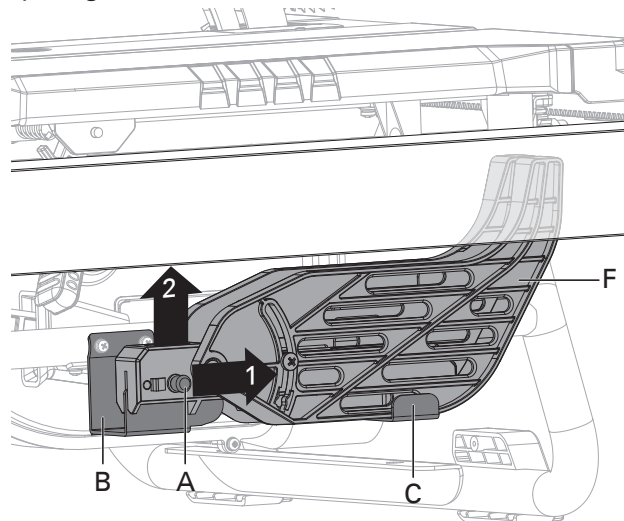

Fig. 10a
INSTALLATION DU PROTÈGE-LAME (Fig. 10a-10c)
- Tenir les boutons (A) (un de chaque côté du protège-lame) et les pousser en avant vers le devant du protège-lame et en haut jusqu'à ce que la goupille sorte de la fente dans le support de montage (rangement du protège-lame) (B) sur l'avant inférieur droit de la scie, puis retirer le protège-lame du support en U (rangement du protège-lame) (C) sur le milieu inférieur droit de la scie (Fig. 10a).